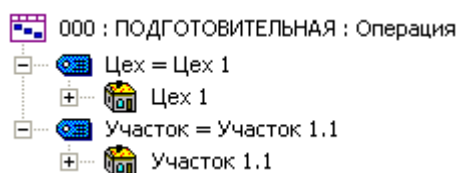

Рис. 7. Представление цеха и участка в БД PSS
- «**Цех**» - наименование цеха. Для задания цеха необходимо два раза кликнуть мышью на поле и в появившемся диалоговом окне «**Выберите цех**» указать рабочую группу-цех. При этом в поле «**Цех**» отображается описание (а не обозначение и наименование!) соответствующей рабочей группы-цеха. К бизнес-процессу операции цех присоединяется в виде ссылочной характеристики «Цех» (Рис. 7).
- «**Участок**» - наименование участка. Для задания участка необходимо два раза кликнуть мышью на поле и в появившемся диалоговом окне «**Выберите участок**» указать рабочую группу-участок. Диалоговое окно «**Выберите участок**» содержит только те участки, которые входят в указанный ранее цех. В поле «**Участок**» отображается описание (а не обозначение и наименование!) соответствующей рабочей группы-участка. К бизнес-процессу операции цех присоединяется в виде ссылочной характеристики «Участок» (Рис. 7).